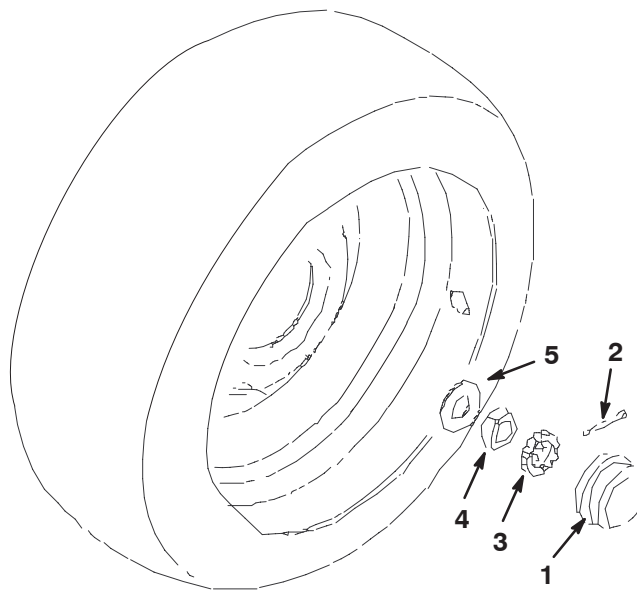

Bild 67
2. Schrauben Sie den Schutzdeckel vom Ende der Radwelle ab. Nehmen Sie auch den Splint ab, mit dem die Halterung befestigt ist (Bild 67).
3. Ziehen Sie die Klemmmutter (Bild 67) mit einem Schraubenschlüssel auf circa 8,5–11,3 Nm an.